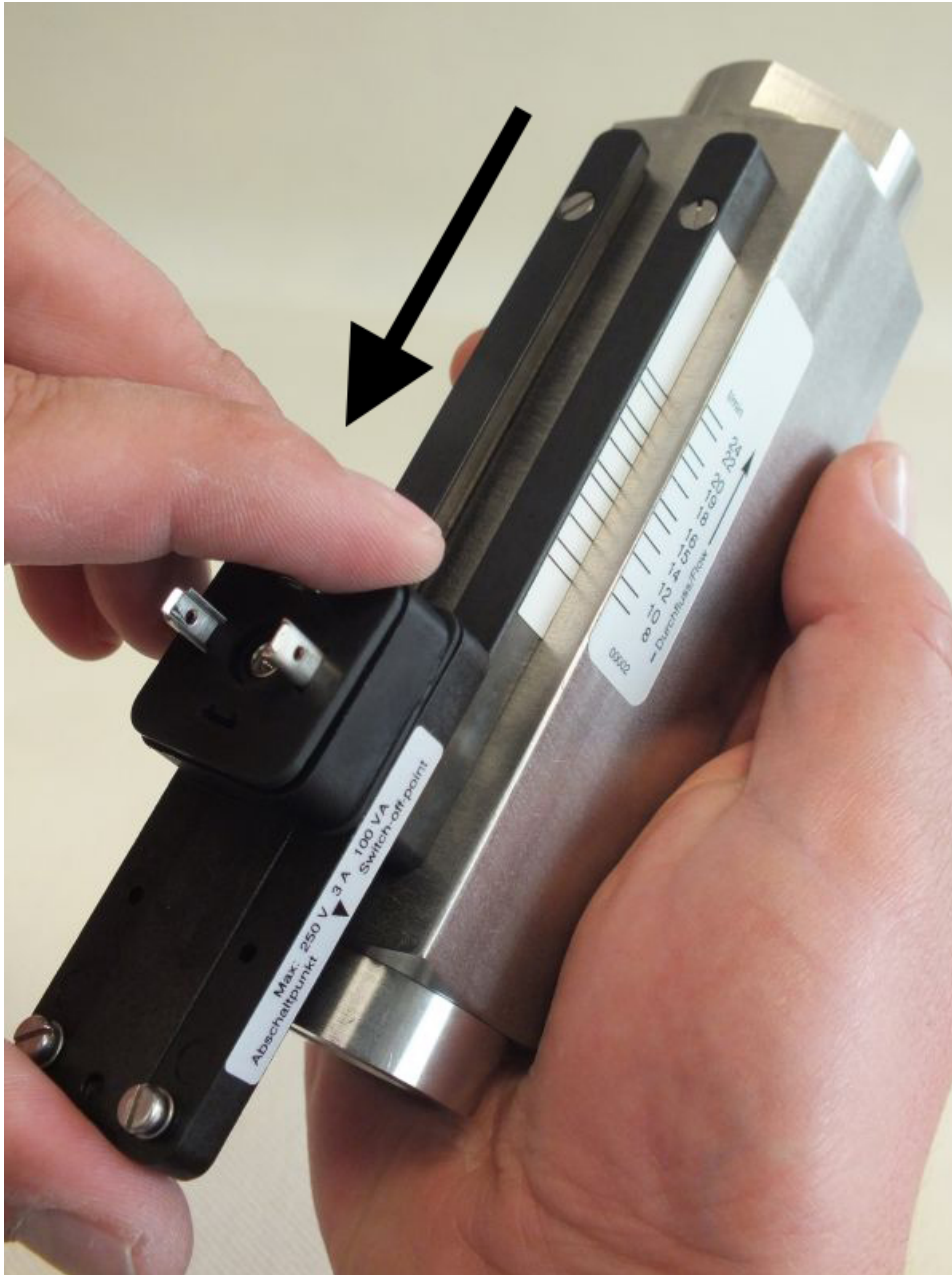

Abb. 68: Schaltkontakt aus Führung schieben
4. ➤ Den Schaltkontakt in Pfeilrichtung (Abb. 68) aus den Führungsleisten schieben